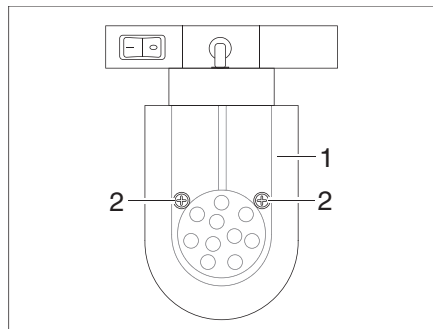

Bild 294 LED-Spotleuchte (verschiebbar)
- Befestigungsschrauben (Bild 294,2) lösen.
- Lampenglas (Bild 294,1) vorsichtig abnehmen.